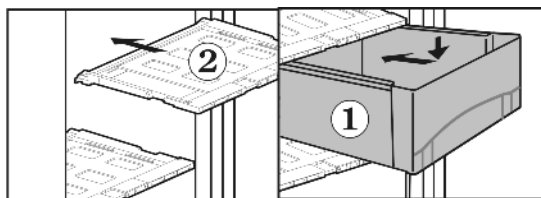

Fig. 14
▶ Установите крышки выдвижного ящика Fig. 14 (2): поперечные ребра крышки выдвижного ящика вставьте снизу в задние направляющие, защелкните спереди фиксатор в направляющей.
▶ Выдвижные ящики Fig. 14 (1) установите на направляющие и вдвиньте полностью до ясно слышимого защелкивания.